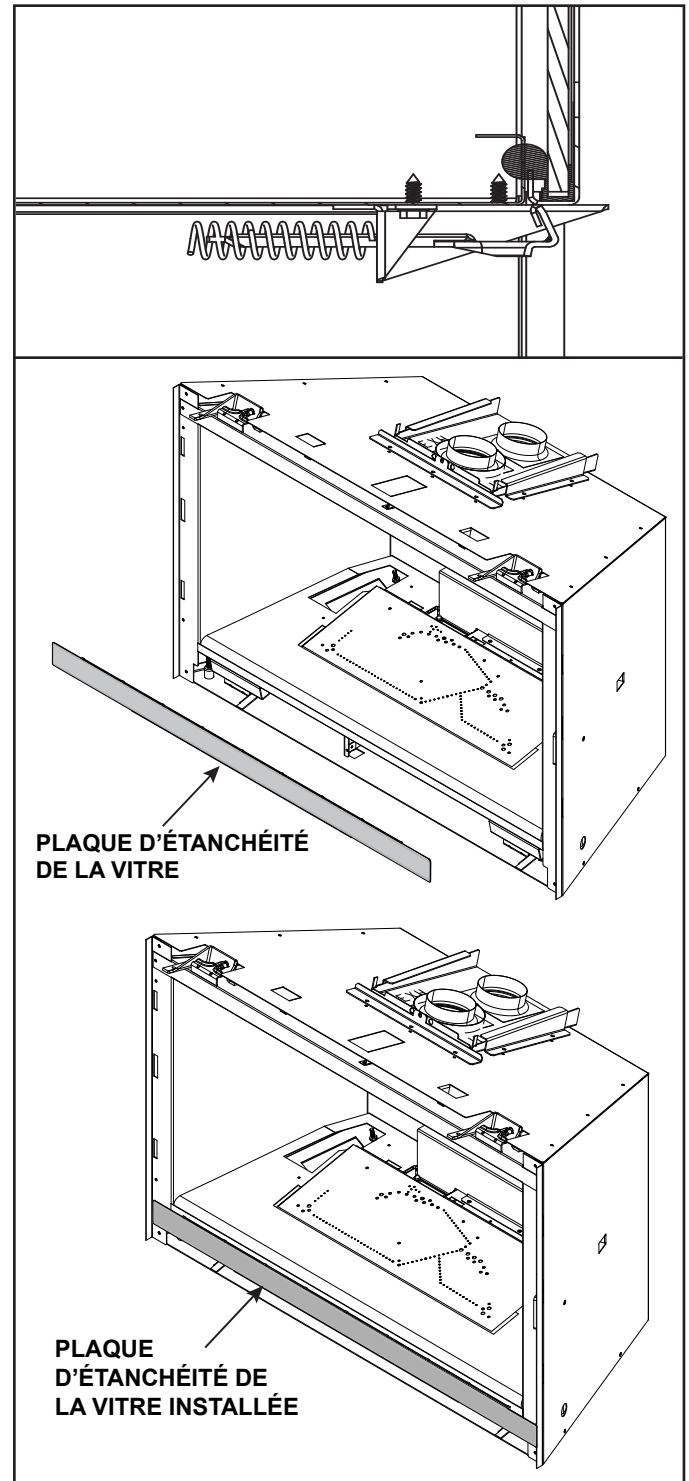

Figure 9.2 Plaque d'étanchéité de la vitre
- L'assemblage de la vitre fixe s'attache au foyer en quatre points. Quatre des mécanismes d'attache sont constitués de verrous à ressort. Un exemple de verrou de vitre est montré à la Figure 9.2.